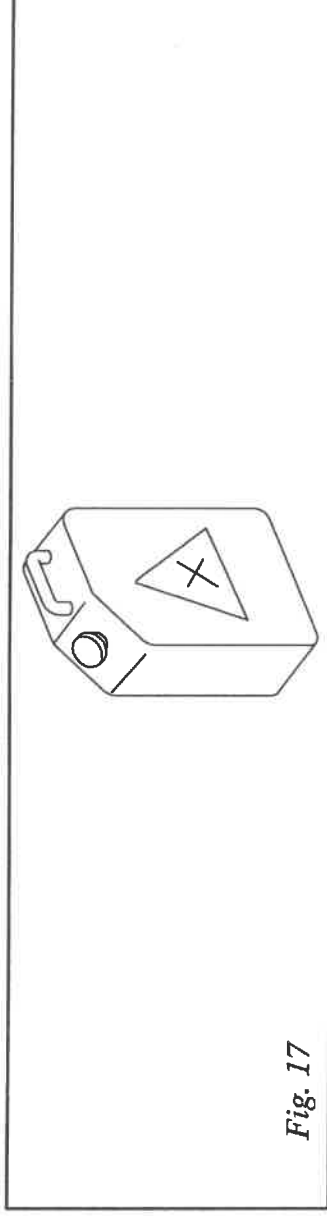

Fig. 17
- f) Si raccomanda di raccogliere gli oli esausti in apposito contenitore da consegnarsi agli appositi enti di raccolta (Fig. 17).